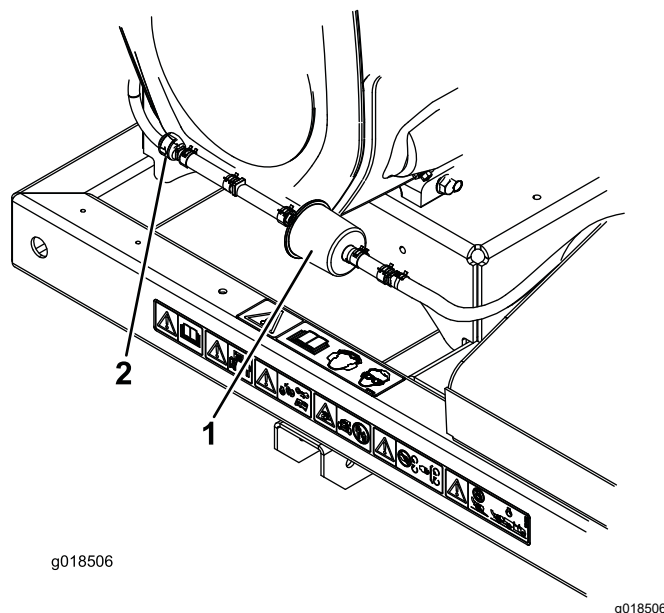

Bild 39
3. Entfernen und werfen Sie den Aktivkohlefilter weg (Bild 39).
4. Setzen Sie einen neuen Filter in den Schlauch ein; der Pfeil am Filter sollte zum Sperrventil zeigen; befestigen Sie ihn mit den Schlauchklemmen (Bild 39).
2. Schieben Sie die gefederten Schlauchklemmen an beiden Seiten des Aktivkohlefilters der Entleerungsleitung vom Filter weg (Bild 39).